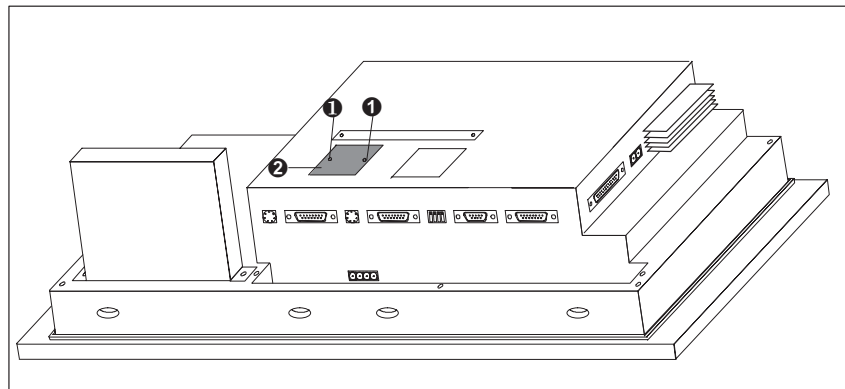

Bild 18-8 Abdeckung entfernen (Beispiel OP37)
2. Lösen Sie zwei Spreiznieten ❶ und die im Bild 18-8 gekennzeichnete Abdeckung ❷ von der Rückwand des OP entfernen.